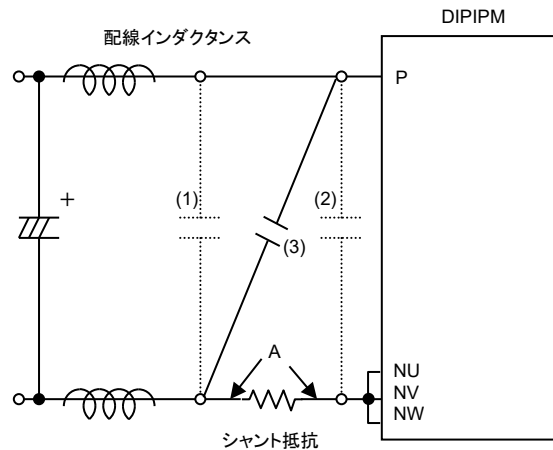

図 3-1-8 スナバ接続回路
図 3-1-8 のように、スナバコンデンサの挿入位置として (1) と (2) が考えられます。サージ電圧を最大限に除去するためにはスナバコンデンサを (2) の位置に設置する必要がありますが、シャント抵抗にはスナバコンデンサを通して充放電電流 (配線インダクタンスとスナバコンデンサの共振電流) が流れます。配線インダクタンスが大きい場合、この充放電電流で短絡保護回路が動作する場合がありますので注意が必要です。